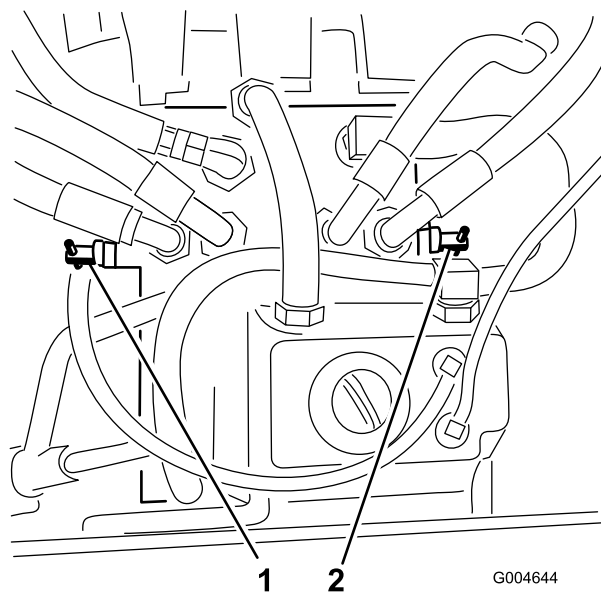

図 25
2. それぞれのバイパスバルブ **図 25** を左回りに 1 回転させる。
4. バイパスバルブを右回りに 1 回転させて閉じる **図 25**。